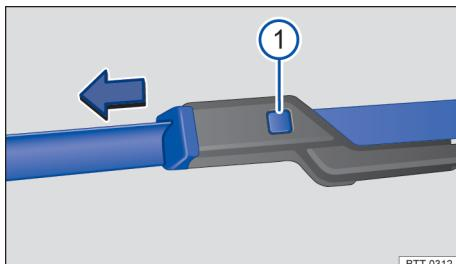

Fig. 155 Troca das palhetas dos limpadores do para-brisa.
- Mantenha pressionada o botão de destravamento → **Fig. 155 ①** e puxe ao mesmo tempo a palheta no sentido da seta.